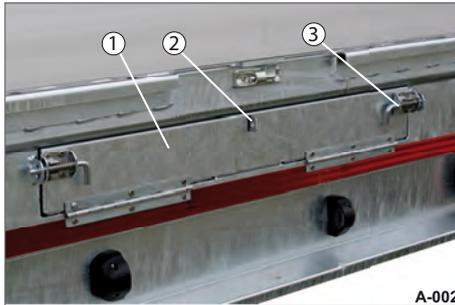

Abb. 5 Auffahrbohlen-Schacht
- ▶ Klappe (Abb. 5/1) des Auffahrbohlen-Schachtes herunterschwenken.